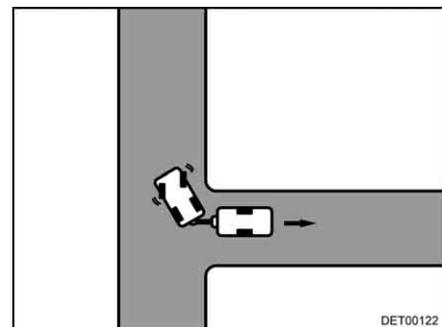

Fig. 18 Girar el volante hacia la derecha
- Girar el volante hacia la derecha y desplazarse hacia atrás con precaución (Fig. 18).